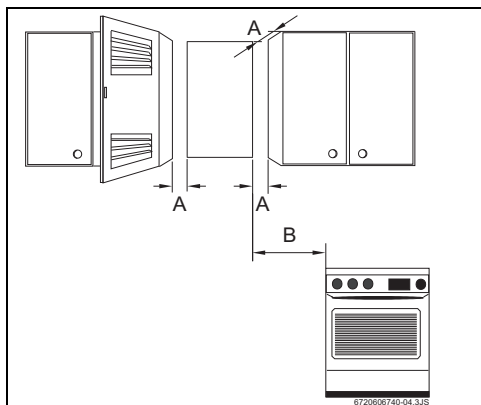

Fig. 10 Distanze minime
- Assicurare la buona accessibilità nell'apparecchio per le operazioni di manutenzione, rispettando le distanze minime indicate nella → Fig. 10.